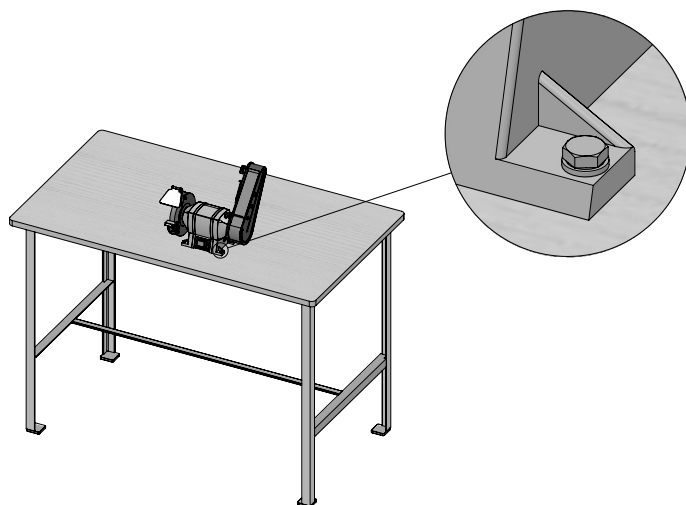

FIGURA 04 – Recomendação da máquina fixada sobre uma bancada
Não é necessário a fixação sobre a bancada, mas se desejar, o usuário pode fixá-la por meio de 4 parafusos (não fornecidos) utilizando os furos da Base de Fixação (05) (figura 04). Isso pode ser necessário, pois durante a operação de desbaste ou afiação, a pressão do material contra o Rebolo (03) ou (04) pode fazer com que a máquina se movimente, gerando riscos de acidentes.
1. POSICIONAR o Moto Esmeril (01) sobre uma bancada plana e rígida (figura 04);